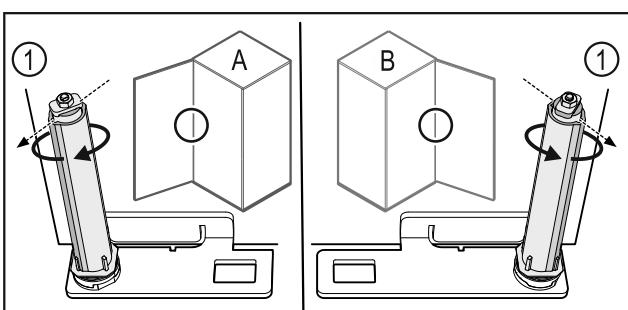

Fig. 50 Butée à gauche (A) / butée à droite (B)
▶ Tourner le système de fermeture contre la résistance jusqu'à ce que son arête Fig. 50 (1) pointe vers l'extérieur.